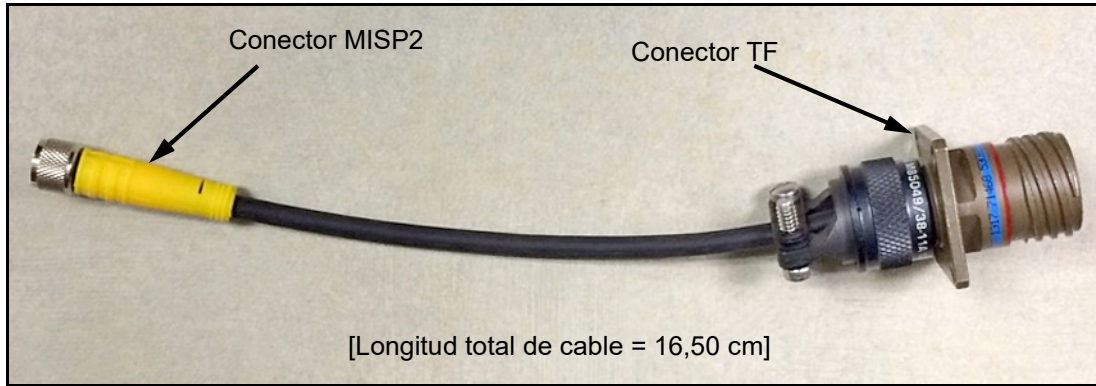

Figura 5: Cable convertidor TF-MISP2
Si un sistema de medición existente utiliza una sonda de humedad **Serie TF**, el cable se puede adaptar para utilizarse con una sonda **MISP2**. Para actualizar el sistema existente, consulte *Figura 5* y lleve a cabo los siguientes pasos:
3. Utilice el *cable adaptador 704-1362-00* de Panametrics (consulte la *Figura 5*) para conectar un extremo del cable a la sonda **MISP2** y el otro extremo al conector del cable **Serie TF** existente.